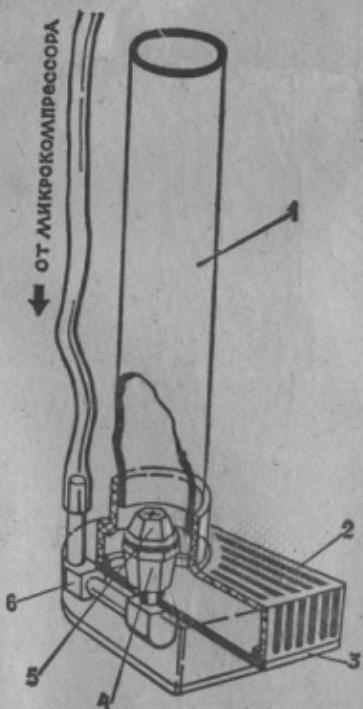

Рис. 9. Внутренний фильтр для аквариумов емкостью до 10 л:
1) внутренний фильтр для прямоугольных и круглых аквариумов, емкостью до 10 л (рис. 9), используя для этого дополнительно две трубы 6. Фильтрующий материал укладывается в корпус 2;